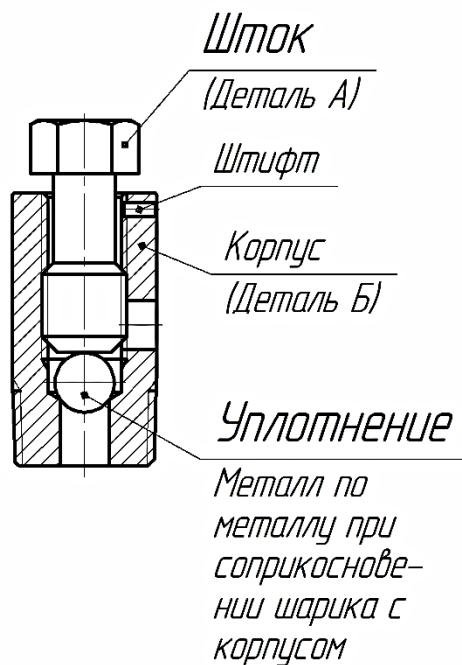

Рисунок 2 – Дренажная пробка
2. Соответствующим гаечным ключом на дренажной пробке (см. Рисунок 2) слегка приоткрыть шестигранный шток (деталь А), который ввинчен в шестигранный корпус (Деталь Б) большего размера. Если рабочая среда газ, то прислушаться к звуку выходящего газа. Когда звук начнет утихать, вывернуть шестигранный шток еще на половину оборота до тех пор, пока звук не прекратится совсем. Если рабочая среда – жидкость, то сброс давления контролируется визуально по напору. Далее для выпуска имеющейся внутри жидкости/газа деталь А может быть медленно выкручена до упора. Шаровые краны также могут оснащаться вентиляционной пробкой. Вентиляционная пробка должна выкручиваться по правилам, описанным выше для дренажной пробки, после полного сброса давления из корпуса.